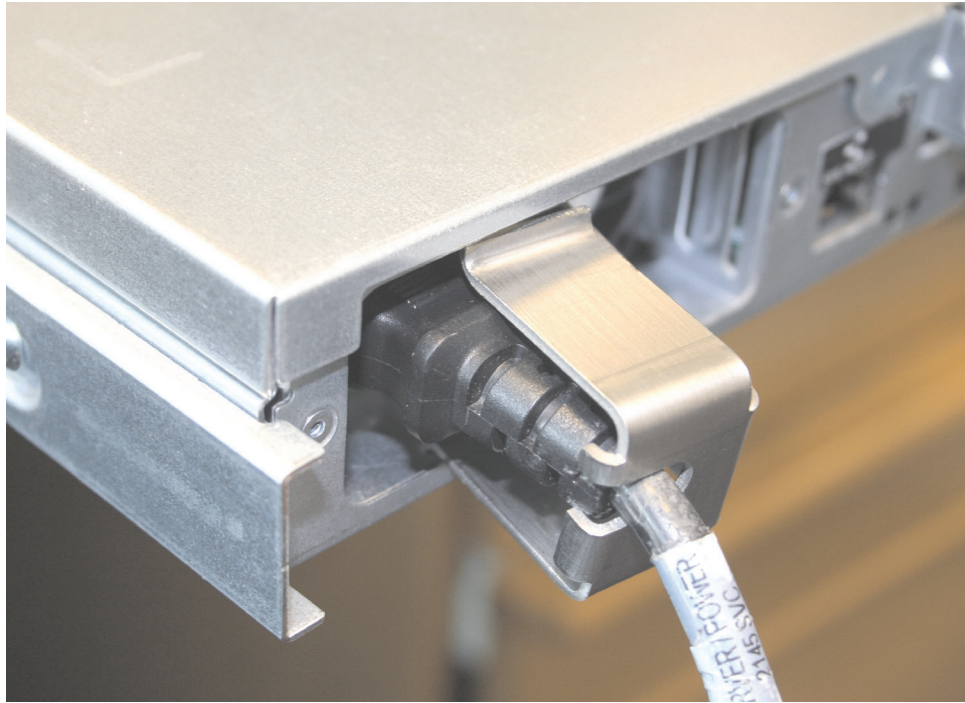

図 15. SAN ボリューム・コントローラー 2145-8A4 ケーブル保持ブラケットの取り付け
5. 保持ブラケットの下部リップを次に示すようにノード・シャーシの中に置きます。34 ページの図 15 ブラケットをわずかな角度だけ回転させ、上下を一緒に押さえて、上部リップをシャーシ・バック・プレートの背後に位置付けます。